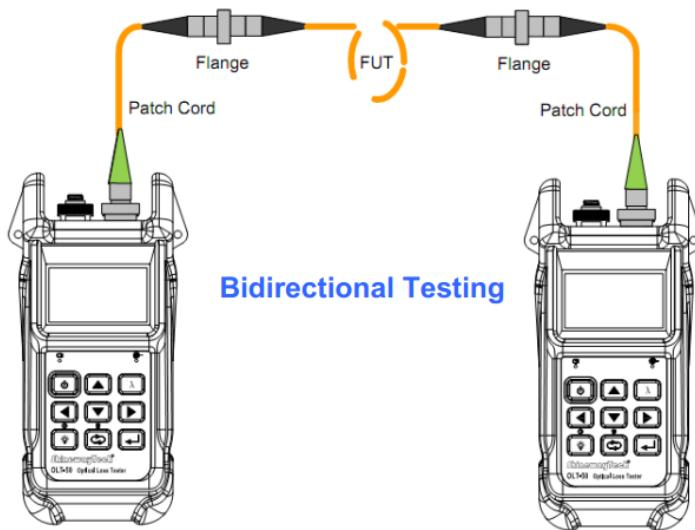

Figura 3.21
6. Cambie a la subinterfaz [BiDirTest], conecte el enlace de fibra medido como se muestra en la Figura 3.21, luego Seleccione Inicio y luego presione . La prueba se está ejecutando y luego se mostrará el resultado de la prueba.